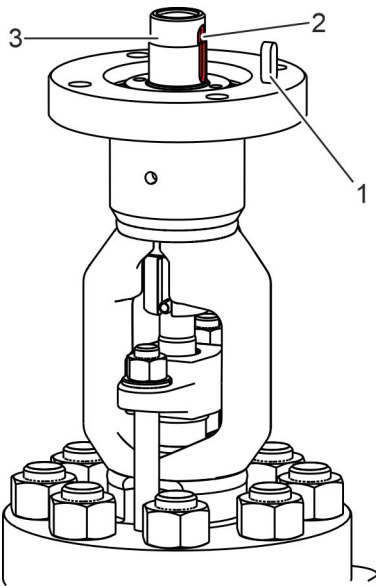

Abb. 39: Passfeder einsetzen
6. ➔ Passfeder (Abb. 39/1) in die Passfedernut (Abb. 39/2) an der Nabe (Abb. 39/3) einsetzen.